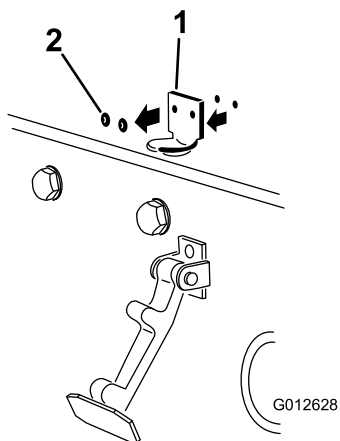

Figura 8
2. Retire los 2 remaches que sujetan el cerradero del capó al capó (Figura 8).